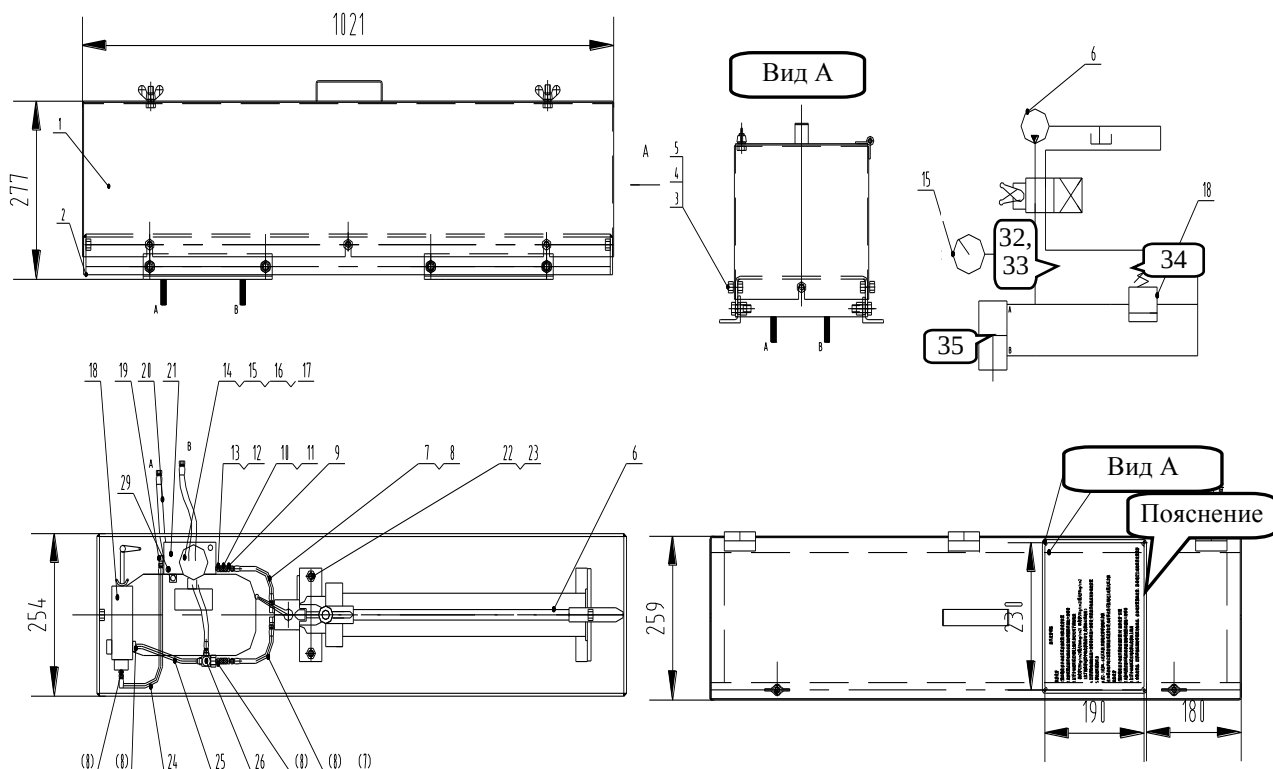

Рисунок 7-5. Ручной гидравлический насос
3. Работать ручным гидравлическим насосом (см. рисунок 7-5) до тех пор, пока манометр на вентиле не покажет следующие цифры: